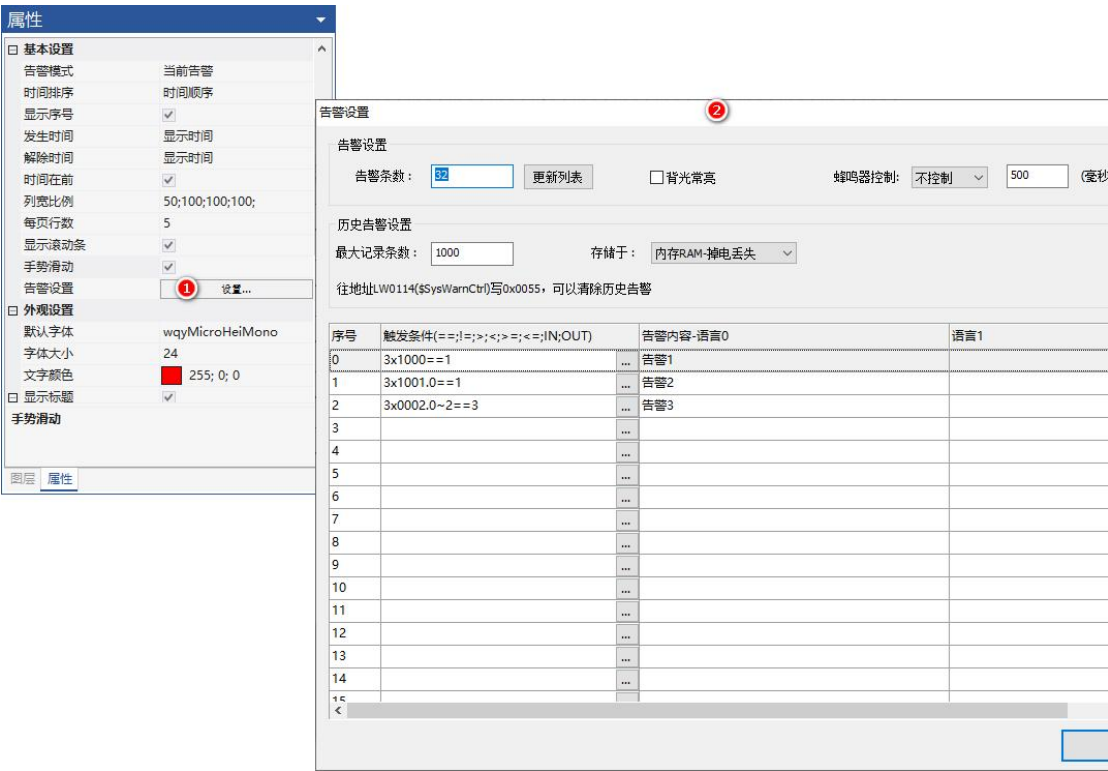

图 5-2 设置告警
- 告警设置：设置告警的内容，如下图 5-2 所示，详细说明参考“5.3 告警设置”